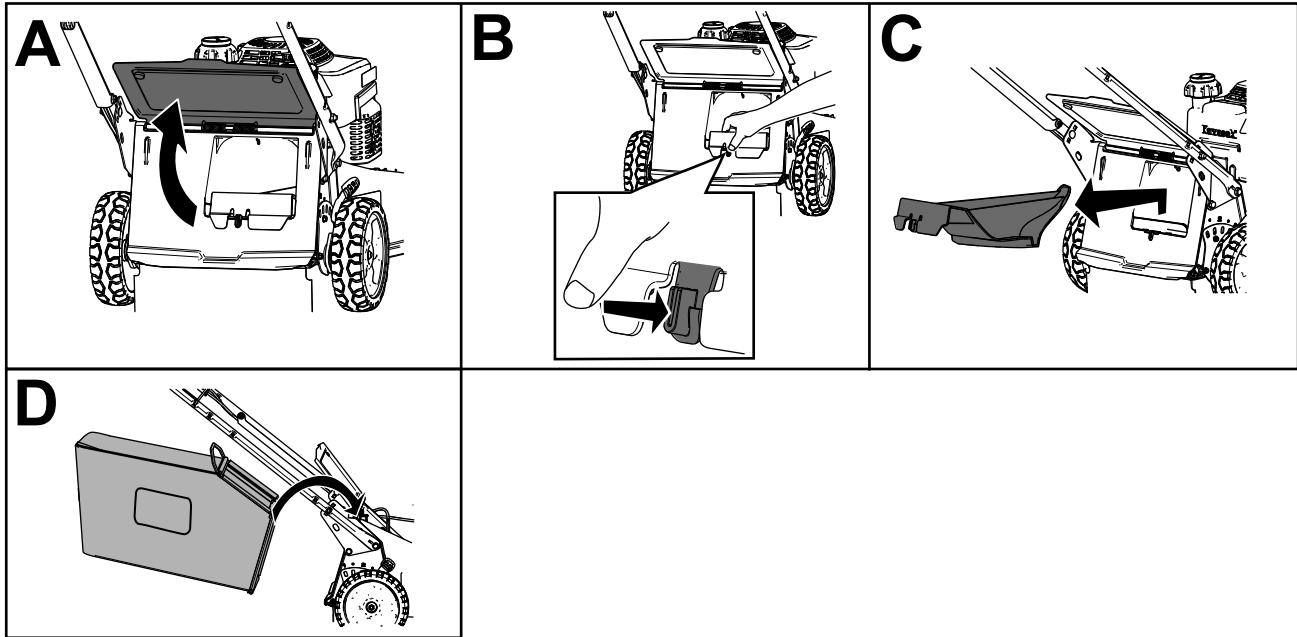

Figure 17
2. Soulevez le déflecteur arrière et maintenez-le dans cette position (A de Figure 17).
3. Retirez l'obturateur d'éjection arrière en appuyant sur le verrou avec le pouce et en tirant l'obturateur hors de la machine (B et C de Figure 17).
4. Placez les extrémités de la tige du bac dans les crans à la base du guidon et basculez le bac d'avant en arrière pour vous assurer que les extrémités de la tige sont bien engagées au fond des deux crans (D de Figure 17).